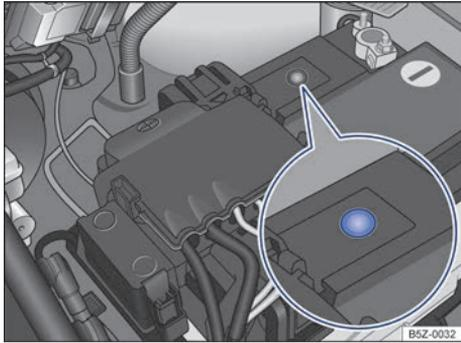

Fig. 132 En el compartimento del motor: ejemplo de posición del visor en lado superior de la batería del vehículo.
- El visor redondo ⇒ fig. 132 en la parte superior de la batería del vehículo cambia de color dependiendo del nivel del electrolito.